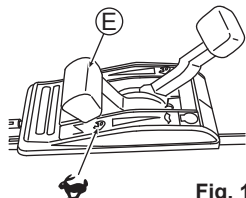

Fig. 15
2. Placez la Manette de gaz (E) en position "🐢" pour commencer à tondre. (Voir Fig. 15)